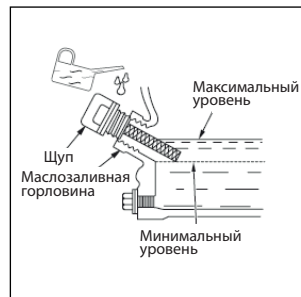

Рис. 2
**ВНИМАНИЕ!** Перелив масла может привести к поломке генераторной установки, поэтому заливаете масло постоянно проверяя его уровень щупом. Если было залито лишнее масло, выше отметки Max. на щупе, его необходимо слить, открыв сливной болт (Рис. 2).